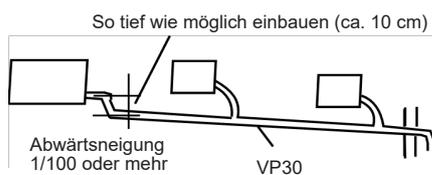

Abbildung 5.2 Überprüfen des Wasserabflusses
7. Wenn der Auslass der Kondensatleitung höher ist als der Rohranschluss für die Wasserabsaugung, versuchen Sie, die Kondensatleitung so senkrecht wie möglich zu halten, und die Auslasswasseranschlussanschlüsse biegen sich so, dass die Höhe der Kondensatleitung weniger als 1000 mm vom Boden der Ablaufwanne entfernt ist. Andernfalls kommt es zu einem übermäßigen Wasserdurchfluss, wenn der Betrieb gestoppt wird. Siehe Abb. 5.2